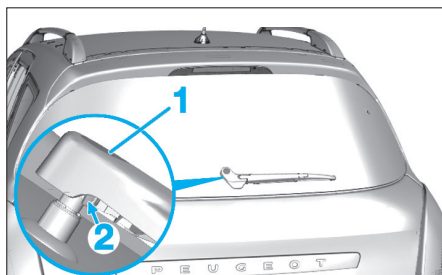

Fig. 139
- Déposer le cache (1) en (2) (Fig.139).